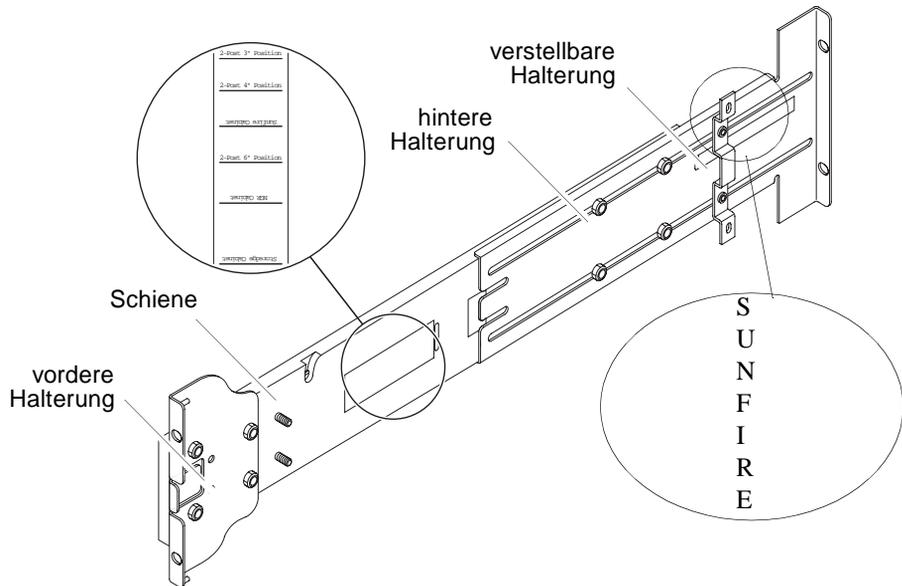

ABBILDUNG 1-1 Schienenmodul (Standardkonfiguration)
- ABBILDUNG 1-1 Schienenmodul (Standardkonfiguration) 1–3
Jedes Schienenmodul umfasst vier Komponenten (ABBILDUNG 1-1):
Passen Sie über ein Verschieben der hinteren bzw. der verstellbaren Halterung die Länge des Moduls an. Auf der Schiene und auf der hinteren Halterung sind die Halterungspositionen für spezielle Schranktypen im Metall markiert. ABBILDUNG 1-1 zeigt die Position dieser Markierungen.
1. Entfernen Sie die Muttern, mit denen die verstellbare Halterung befestigt ist, und nehmen Sie die verstellbare Halterung ab (ABBILDUNG 1-1).